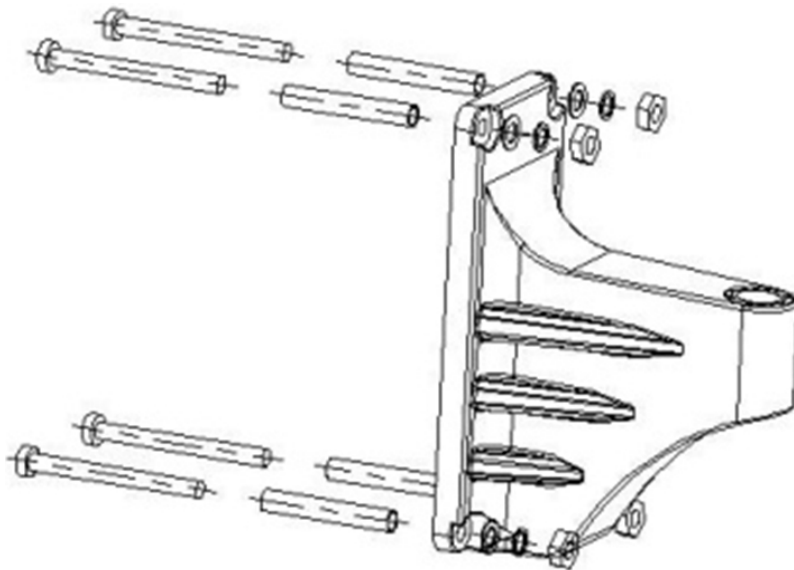

Abb.1
4. Fije el soporte con cuatro tornillos (Fig.1).